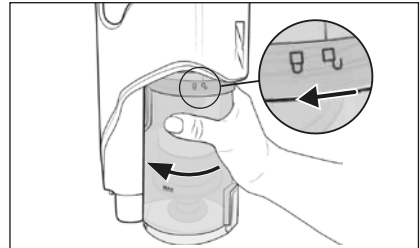

Fig. 17
- 2) Para desmontar el depósito de polvo 7 del aparato, gírelo hacia el símbolo hasta que pueda retirarse del aparato (consulte la fig. 17).